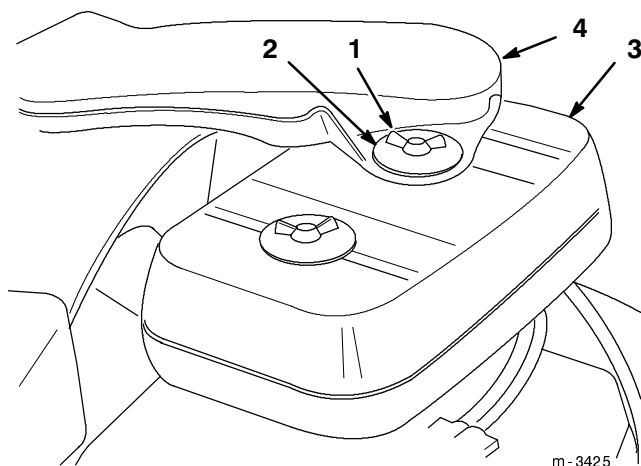

Figure 24
- Nettoyer les abords du filtre à air pour éviter d'introduire dans le moteur des impuretés qui pourraient l'endommager (Fig. 24).
- Déposer les vis papillon, les rondelles, la conduite de prise d'air et le capot du filtre à air (Fig. 24).